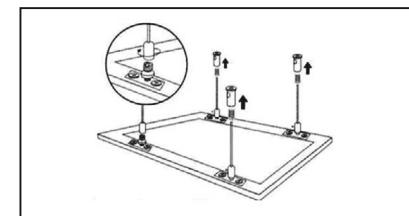

Рис. 3
- 5.10 Конструкцией осветительного прибора предусматривается как подвесное (рис.3), так и стационарное крепление.